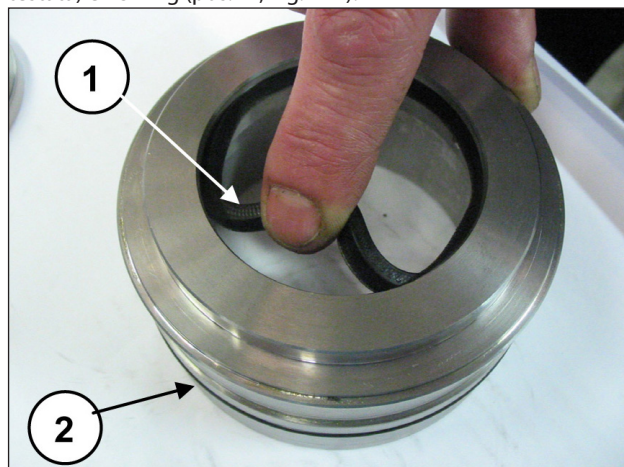

Fig. 194
Inserire la guarnizione di bassa pressione nel supporto baderne (pos. ①, Fig. 194) facendo attenzione al senso di montaggio che prevede il labbro di tenuta in avanti (verso la testata) e l'O-ring (pos. ②, Fig. 122).